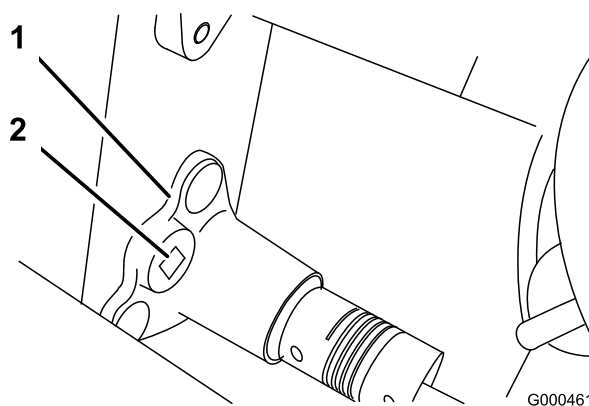

Figura 37
- B. Servindo-se de uma chave de aperto de 3/8 pol., rode a caixa de mancal com uma torção de 4–4,5 Nm para ajustar a tensão da correia (Figura 37).